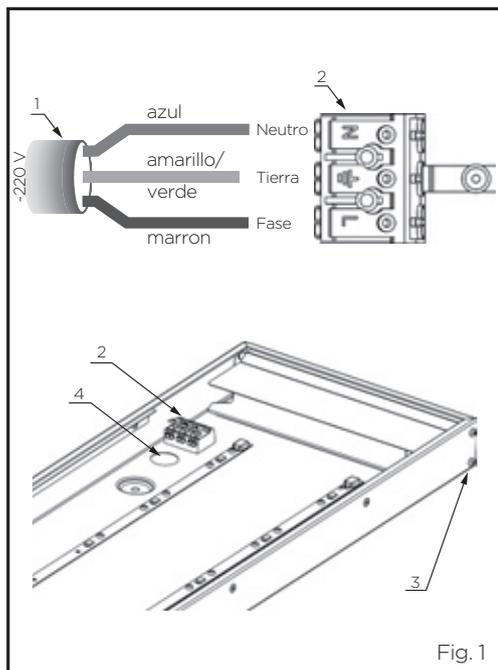

Fig. 1
1. Para instalar la luminaria SSV tipo de carcasa "corredera" así mismo todas las luminarias con el método conexión interna (bornera de conexión dentro) a la red eléctrica es necesario (Fig. 1):